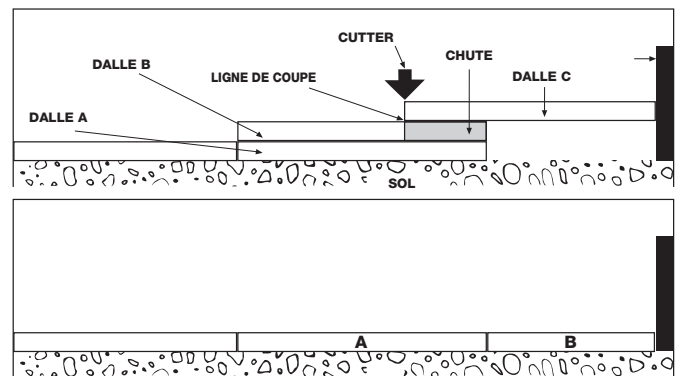

Figure 2
• La coupe des dalles (Voir Figure 2) :